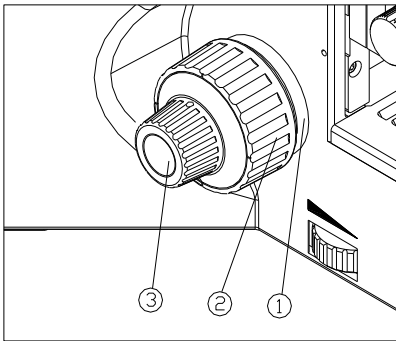

图 16
- (1) 将切片放在工作台上，用压片压住，将 5X 物镜移入光路。
- (2) 将粗调限位手轮①松开，用右眼观察右目镜，转动粗动手轮②，直到视场内出现观察标本的轮廓，再将粗调限位手轮①锁紧。（如图 16）
- (3) 转动微动手轮③，使标本的细节清晰。